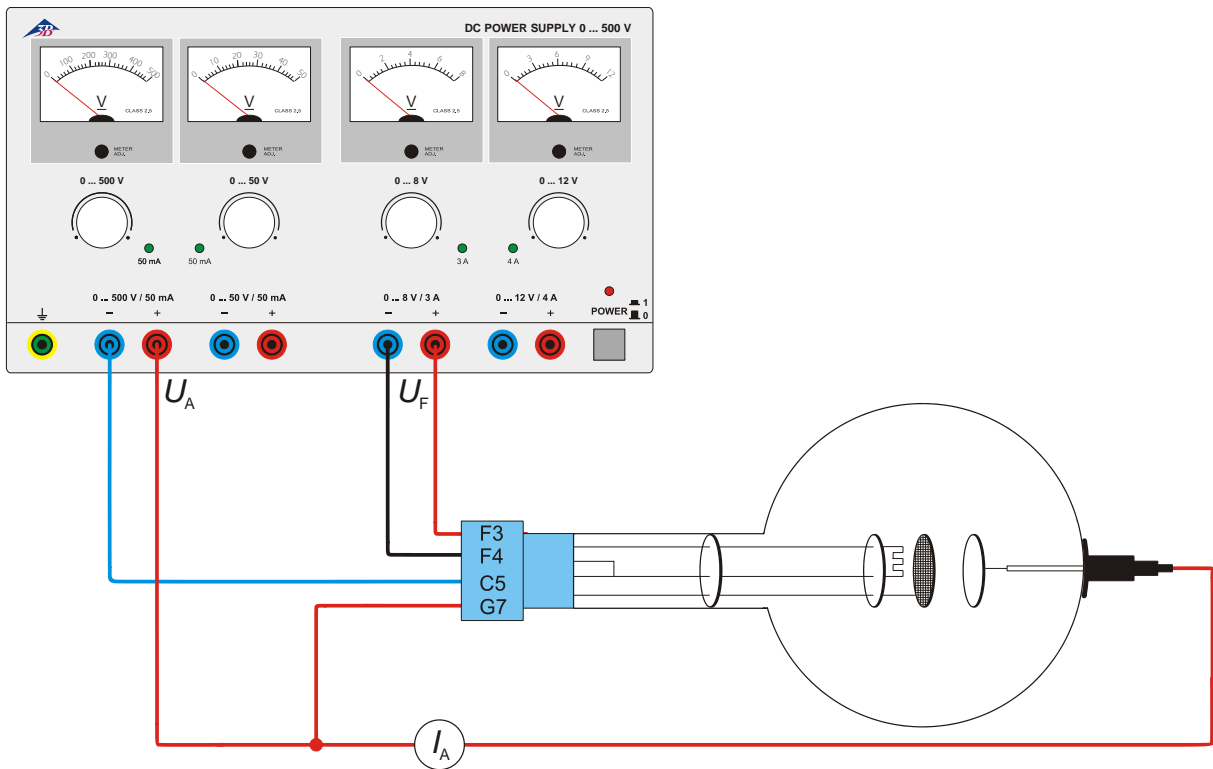

Fig. 2 Descarga no autónoma
- Se monta el circuito de acuerdo con la fig. 2.